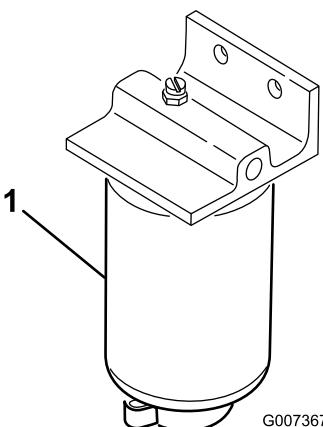

Bild 41
2. Reinigen Sie den Anbaubereich der Filterglocke (Bild 41).
4. Öffnen Sie die Filterablässschraube und das Entlüftungsventil (Bild 41).